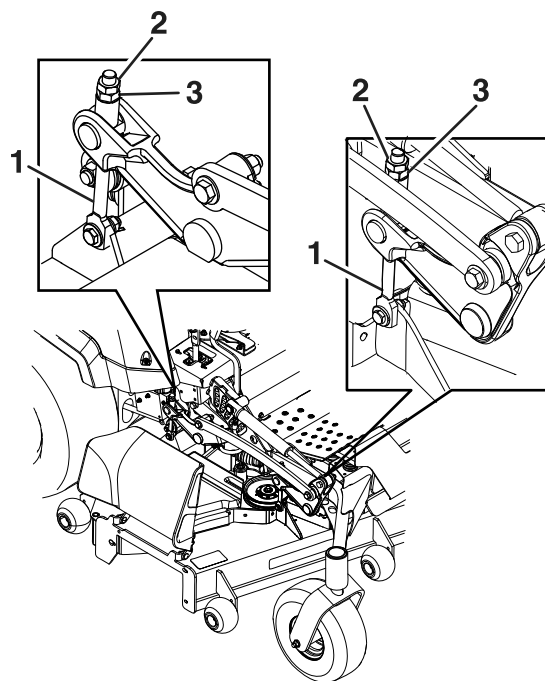

Рисунок 77
8. Ретельно відрегулюйте гайку для налаштування на вузлі підйому переднього кожуха, повернувши її (Рисунок 77).